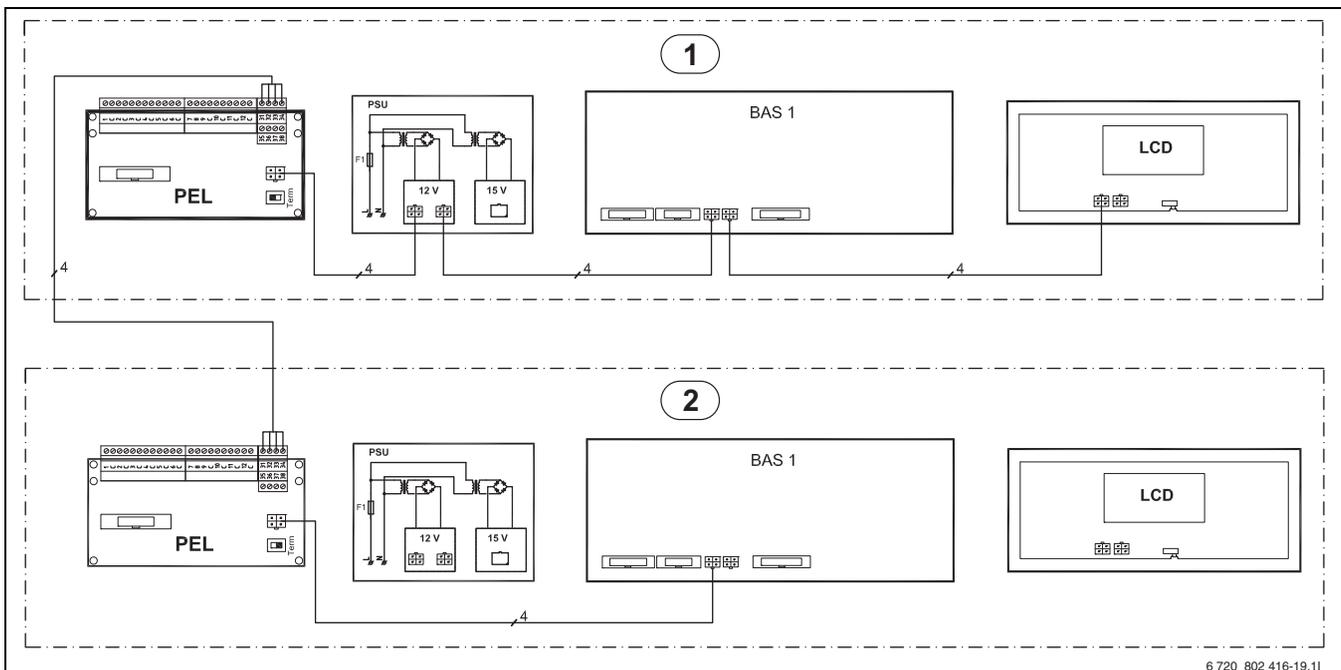

Fig. 36 Vue d'ensemble du bus CAN avec deux pompes à chaleur
**i** La carte PSU et le LCD (→ figure 36) de la pompe à chaleur 2 sont raccordés en usine. Ils sont déconnectés et non utilisés pour un raccordement en cascade.
4. Commuter le câble le bus CAN avec le câble bus CAN existant de la pompe à chaleur 2 (→ figure 36).